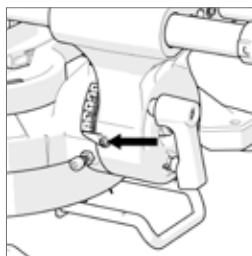

Fig. 15
- Desserrer la vis de l'indicateur d'angle d'inclinaison avec un tournevis cruciforme N° 2. (**Fig. 15**)